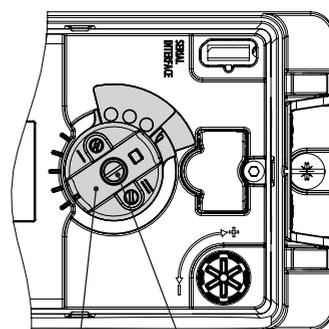
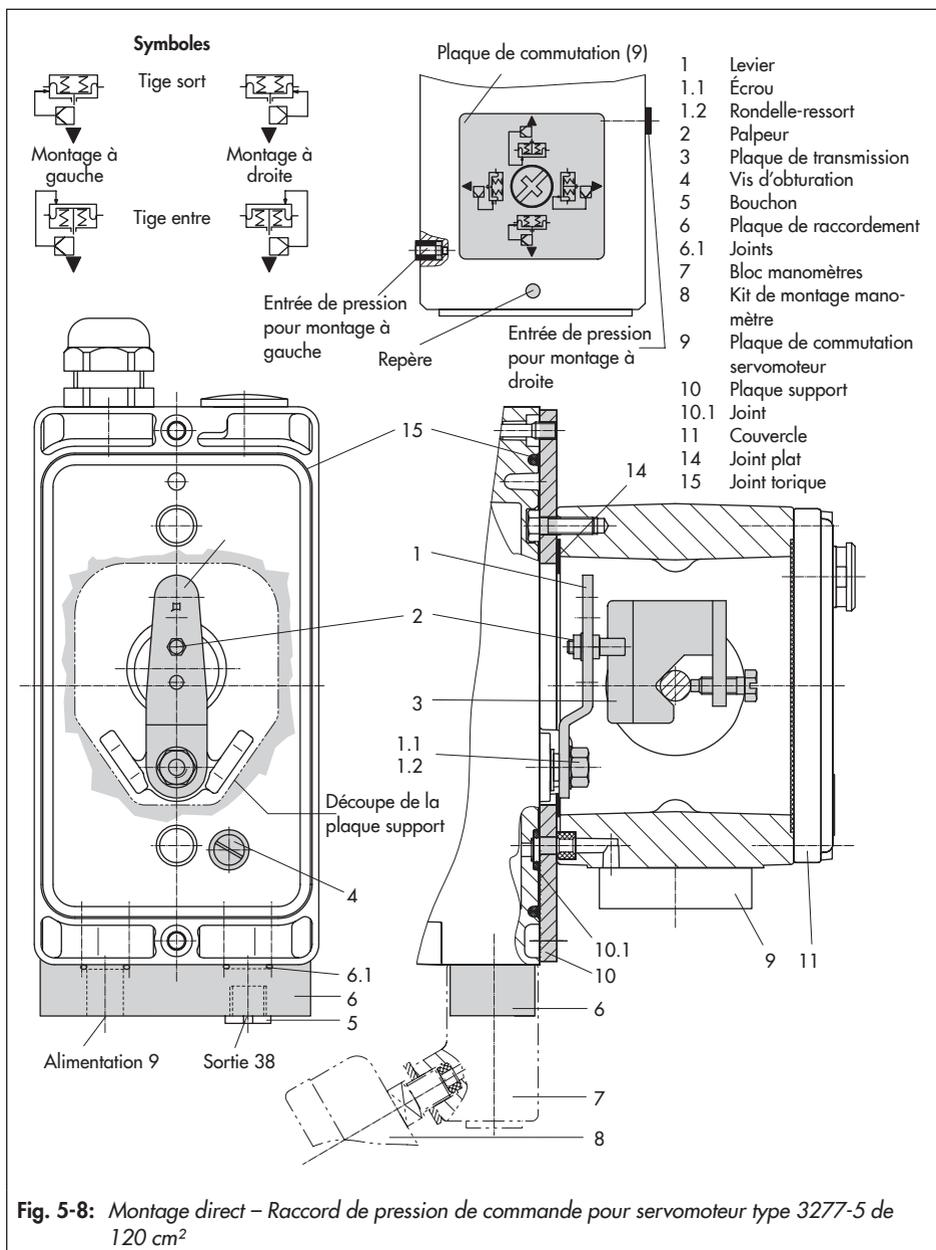

Fig. 5-5: Blocage de l'arbre
Fig. 5-8: Montage direct – Raccord de pression de commande pour servomoteur type 3277-5 de 120 cm²
- ➔ Ne pas tourner le bouton rotatif via la vis de blocage, mais l'actionner uniquement à la main (cf. Fig. 5-5).
→ Servomoteur de 120 cm² (cf. Fig. 5-8)
→ Selon la position de sécurité du servomoteur « Tige sort par manque d'air » ou « Tige entre par manque d'air », monter d'abord la plaque de commutation (9) sur l'arcade. Orienter le symbole de montage sur le côté gauche ou droit en fonction du repère (cf. Fig. 5-8, en haut).
1. Monter la plaque de raccordement (6) ou le bloc manomètres (7) sur le positionneur. S'assurer que les deux joints (6.1) sont positionnés correctement.
2. Retirer la vis d'obturation (4) à l'arrière du positionneur et obturer la sortie « Output 38 » de la plaque de raccordement (6) ou du bloc manomètres (7) avec le bouchon (5) disponible en tant qu'accessoire.
3. Placer la plaque de transmission (3) sur la tige de servomoteur en vérifiant que la vis de fixation est positionnée correctement dans la rainure de la tige de servomoteur.
4. Fixer la plaque support (10) sur le servomoteur de sorte que la partie étroite de la découpe (Fig. 5-8, à gauche) soit orientée vers les raccordements pneumatiques du positionneur et que le joint plat (14) collé se trouve du côté de l'arcade.
5. Vérifier la position du palpeur (2) sur le levier M (1). Lire la situation de montage dans les tableaux des courses, et ajuster la position du palpeur si nécessaire (cf. chap. 5.4).
6. Mettre en place le joint torique (15) dans la rainure du corps du positionneur, puis insérer le joint (10.1) à l'arrière du corps.
7. Mettre en place le positionneur sur la plaque support (10) de sorte que le palpeur (2) se trouve au-dessus de la plaque de transmission (3). Ajuster le levier (1) en conséquence et le maintenir en utilisant le dispositif de blocage de l'arbre accessible après ouverture du couvercle (cf. Fig. 5-5). L'effort des ressorts doit plaquer le levier (1) contre la plaque de transmission. Fixer le positionneur sur la plaque support (10) avec ses deux vis.
8. Placer le couvercle (11) de l'autre côté. S'assurer que l'évent est monté vers le bas afin de permettre l'évacuation des condensats éventuels.
l'arbre accessible après ouverture du couvercle (cf. Fig. 5-5). L'effort des ressorts doit plaquer le levier (1) contre la plaque de transmission.